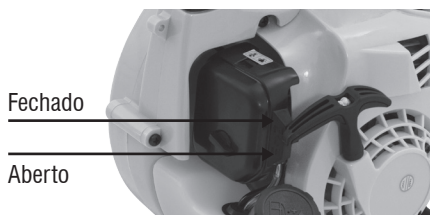

Fig. 7 – Afogador.
O afogador é utilizado para promover uma mistura mais rica de combustível no momento da partida. A manopla do afogador deve estar na posição fechada durante a partida. Após o soprador entrar em funcionamento, a manopla deve ser movida para a posição aberta, lentamente, conforme mostra a Fig. 7.
3. Mova a alavanca do afogador para posição Fechado*, Fig. 7;